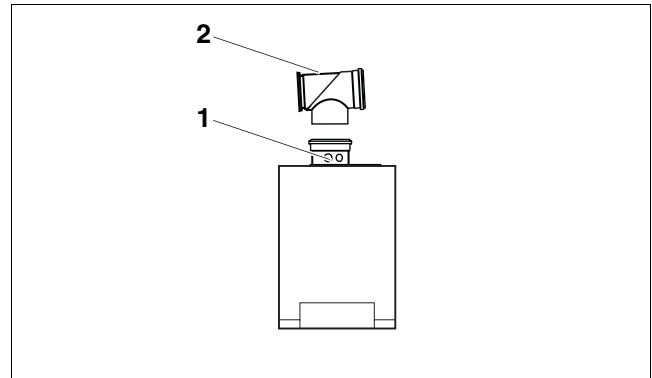

Bild 12 Heizkessel anschließen
- Abgasrohrbauteile aufstecken (Bild 12).